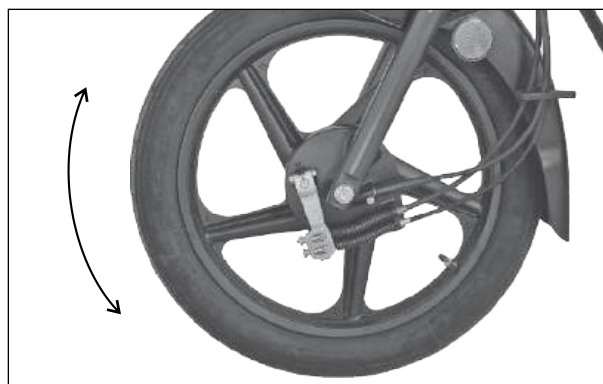

Fig. 2.45
- Gire lentamente ambas as rodas com a mão e observe se há ruído / aperto anormal. (Fig. 2.45)